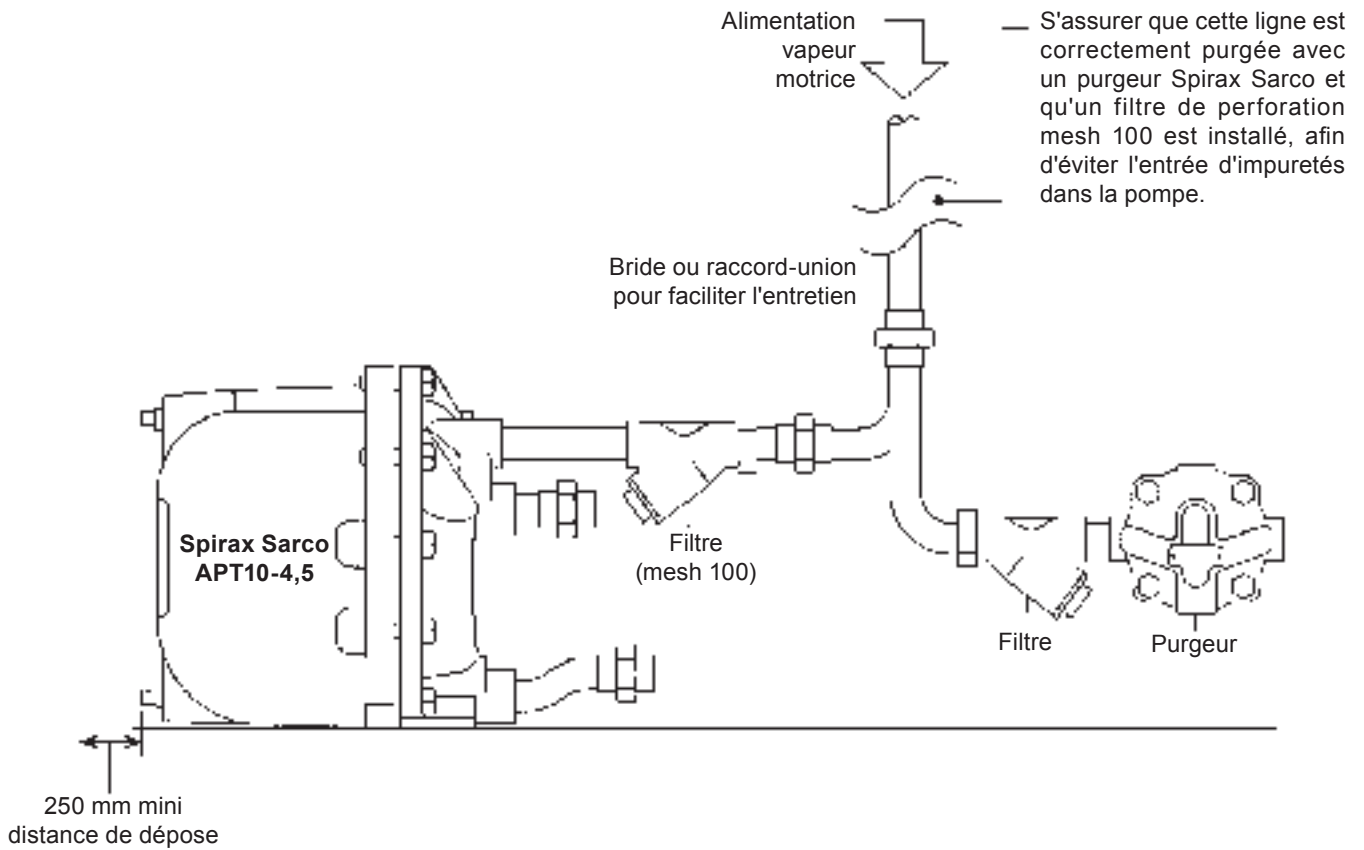

Fig. 4 Suggestion de raccordement des lignes vapeur motrice et échappement
3.3 Raccordements (Voir schéma d'installation Fig. 4 ci-contre)
4.1 Après avoir vérifié que les tuyauteries d'entrée et de sortie de condensat de vapeur motrice et d'échappement/équilibrage sont bien raccordées comme indiqué Fig. 4 et 5, ouvrir lentement la vapeur motrice. S'assurer que l'échappement/équilibrage est ouvert et qu'il n'y a pas de restriction.
L'APT10-4,5 fonctionne suivant un principe de déplacement positif. Le condensat entre dans le corps par un clapet anti-retour à battant et entraîne la montée du flotteur. Le flotteur est relié aux mécanismes "purgeur" et "pompe" via un pivot multi-liaison. Si la pression amont PS à l'entrée est suffisante pour vaincre la contre-pression PB à la sortie (Fig.4), les condensats sont évacués par l'ouverture du clapet mécanisme de purge à deux étages. Le flotteur détecte alors automatiquement le taux de condensat entrant dans l'APT10-4,5, et régule proportionnellement l'ouverture ou la fermeture du purgeur.